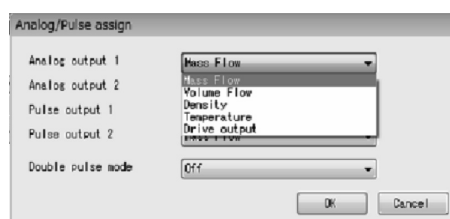
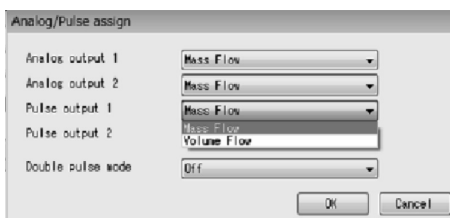
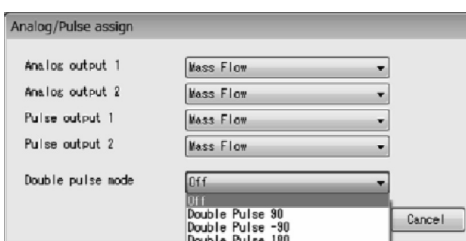

図31
図32
図33
- ③ それぞれの項目の割付けを設定します。図31、図32、図33のように、各欄の右側の矢印をクリックしてドロップダウンリストの中から選択して下さい。